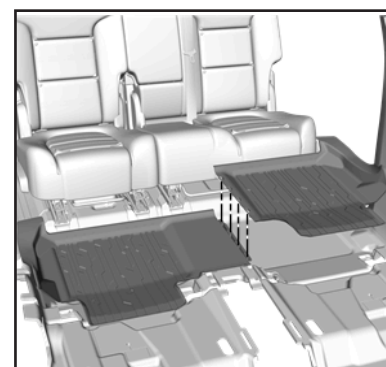

Figura 10
10. Empuje hacia abajo completamente para conectar la característica de bloqueo. **Vea la Figura 10.**